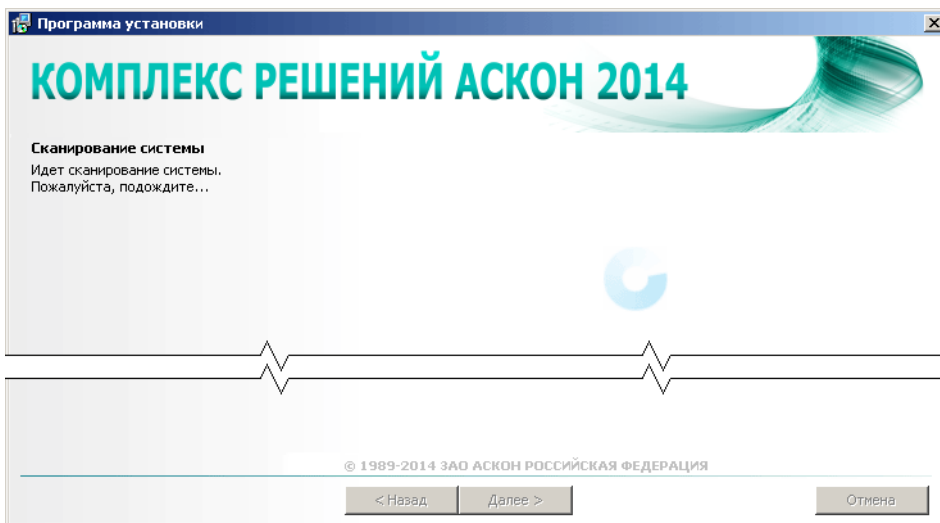
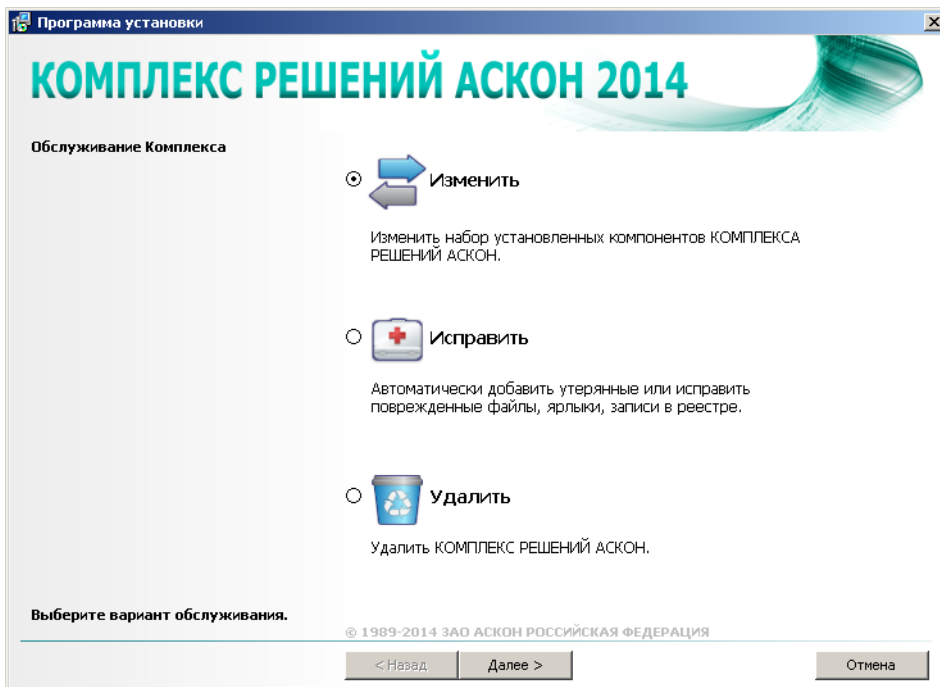

Рис. 3.1.
Рис. 4.1.
При сканировании системы (рис. 3.1) проверяется соответствие аппаратных и программных средств требованиям, предъявляемым устанавливаемым программным обеспечением, а также наличие установленных компонентов *Комплекса* предыдущих версий.
- ▼ Если при сканировании на компьютере будут найдены установленные программные продукты *КОМПЛЕКСА РЕШЕНИЙ АСКОН 2014*, откроется диалог, предназначенный для выбора варианта обслуживания *Комплекса* (см. рис. 4.1 на с. 30). Подробное описание работы с этим диалогом приведено в Главе 4.
Чтобы изменить, исправить или удалить программные компоненты установленного *КОМПЛЕКСА РЕШЕНИЙ АСКОН 2014*, запустите программу установки. Откроется окно с информацией о сканировании системы (см. рис. 3.1 на с. 18), затем окно выбора варианта обслуживания *Комплекса* (рис. 4.1).